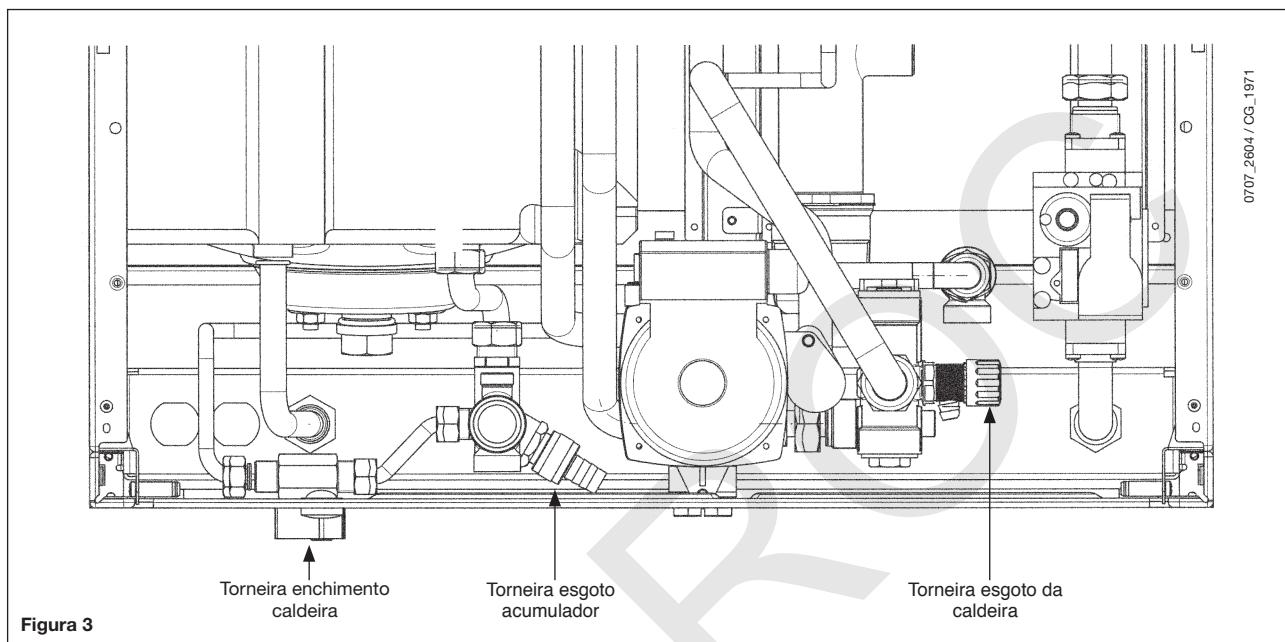

Figura 3
**IMPORTANTE:** Controlar periodicamente que a pressão, lida no manómetro (8 figura 1) e com a instalação fria, é de 1 - 1,5 bar. Em caso de sobrepressão, actuar sobre a torneira de esgoto da caldeira. Se for inferior, abrir a torneira de enchimento da caldeira (figura 3).